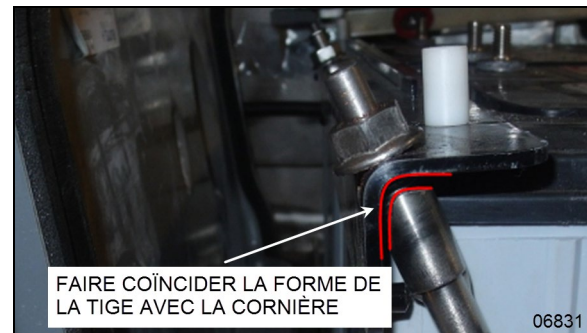

FIGURE 56 : BOUT DE LA TIGE COÏNCIDE AVEC LA CORNIÈRE
3. Le bout supérieur de la tige possède la même forme que la cornière. (FIGURE 56).